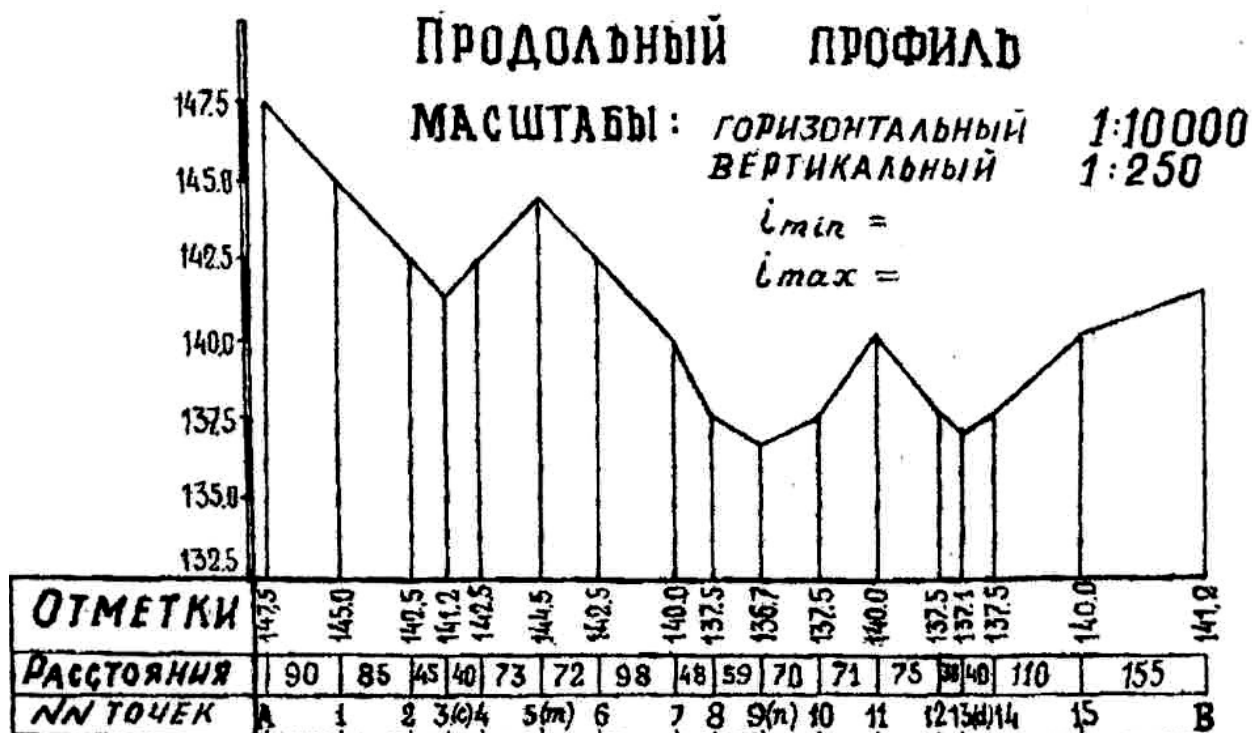

Рис. 9. Продольный профиль линии АВ
- на листе миллиметровой бумаги, на расстоянии 12–15 см от верхнего края, строят профильную сетку по длине линии (рис. 9) и подписывают названия граф;